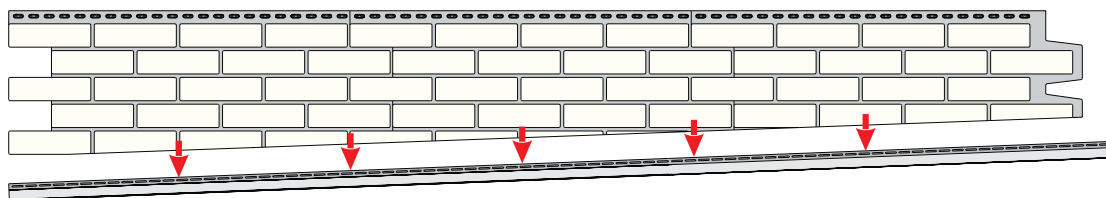

Рисунок 86
16.5 Если основание дома под уклоном, качестве стартового элемента необходимо использовать J-профиль универсальный 7/8 (Рис. 86). Нижняя часть панели с учетом угла уклона подрезается и вставляется в J-профиль 7/8. Для равномерного слива дождевых осадков, в J-профиле можно высверлить отверстия диаметром 4-5 мм с интервалом 30-40 см.